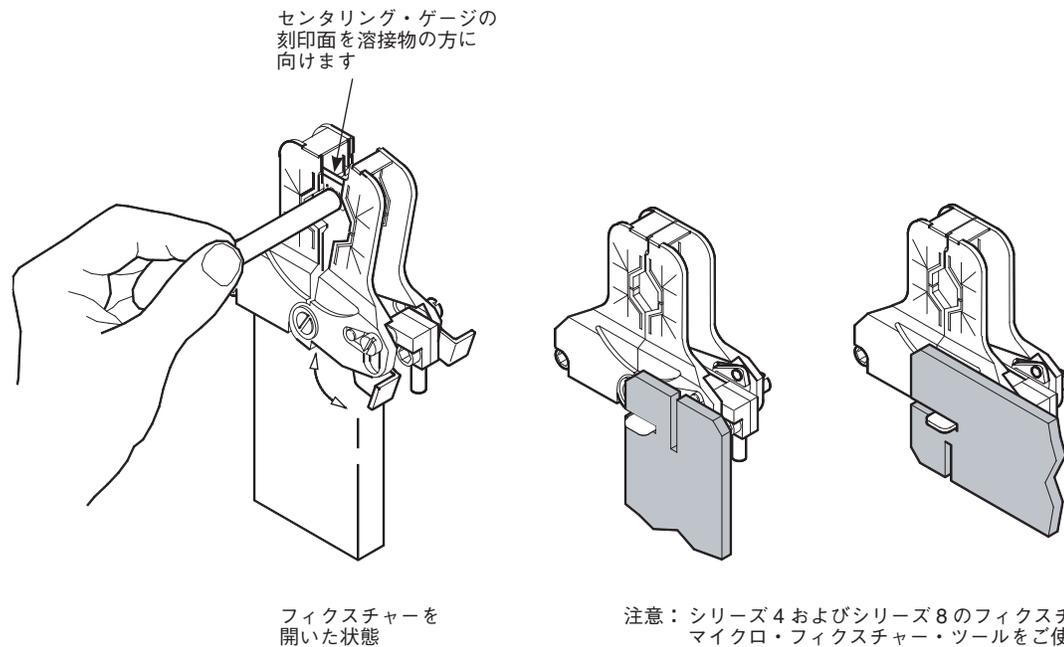

図 14：最初の溶接物を挿入する
2. ラッチを 90°まわして、センタリング・ゲージの刻印面側のフィクスチャーを開きます (図 14)。
フィクスチャーは、はさみのような動きで開きます。図 14 は、シリーズ4のフィクスチャーでのマイクロ・フィクスチャー・ツールの使用方法を示しています。